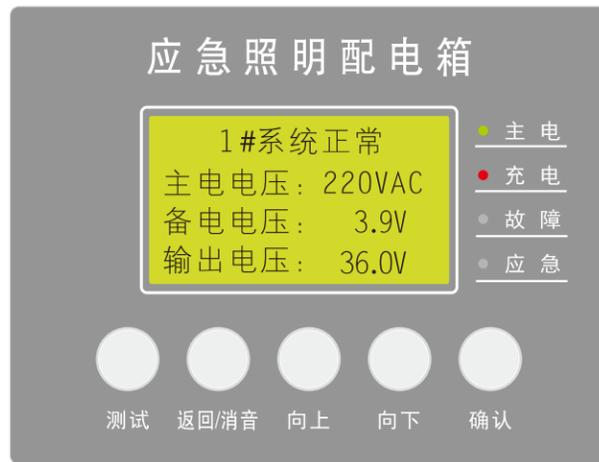
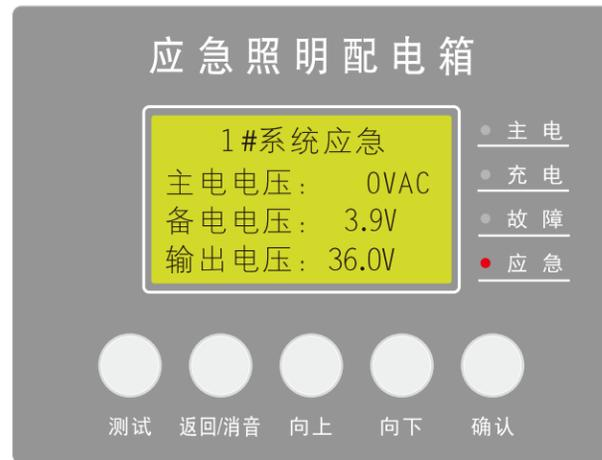

图5
图11
(1)、系统正常:在主屏时,第一行显示设备当前地址与工作状态,下面显示各项电压参数。显示屏右侧状态指示灯显示当前电源及系统状态,如图5所示。
(6)、系统应急：当AC220V主电源停电后，设备进入应急状态，显示屏显示【N#系统应急】应急指示灯点亮（如图11）；当主电恢复后，系统自动恢复至正常状态，同时电池自动进行充电，如图5所示。